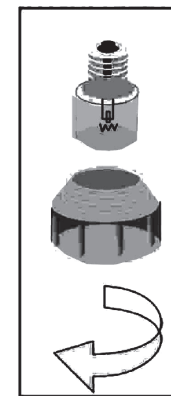

Imagen 12
**Español** (imagen 12), desenrosquela, cámbiela y vuelva a montarlo todo. Pruébela después volviendo a enchufar el aparato. Si la avería continúa, diríjase al servicio de postventa de su distribuidor.